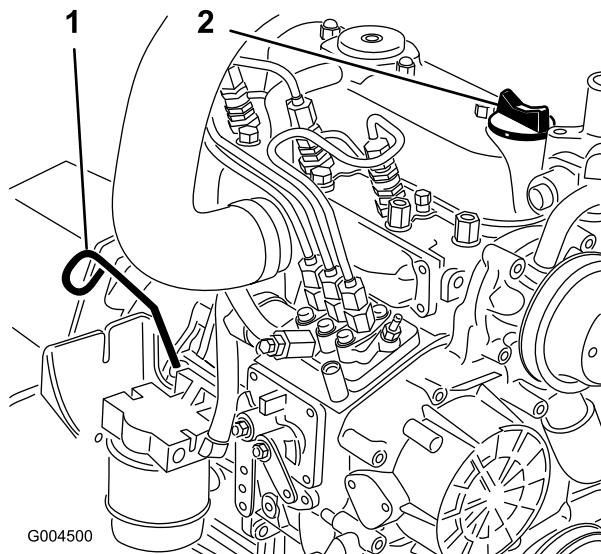

Figura 60
2. Retire la varilla (Figura 60), límpiela, y vuelva a colocarla. Retire la varilla y compruebe el nivel de aceite.
3. Si el nivel de aceite está por debajo de la marca Lleno, retire el tapón de llenado (Figura 60) y añada aceite hasta que el nivel llegue a la marca Lleno de la varilla.